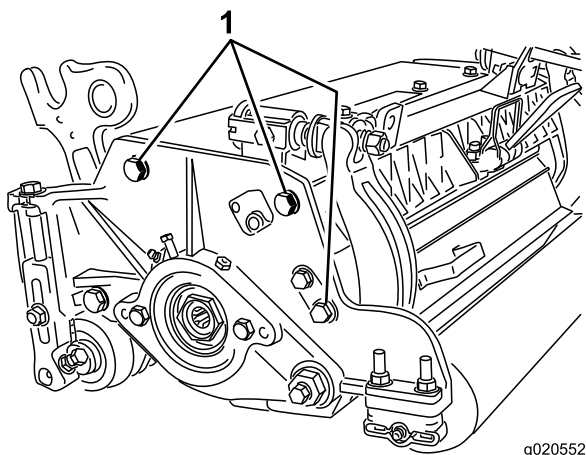

図 20
**注** リールと後ローラとの平行関係は、カッティングユニット全体の組み立て精度により保証されていますから、調整は不要です。極わずかの狂いの調整は以下の方法により可能です。カッティングユニットを定盤の上に載せ、サイドプレート固定キャップスクリュをゆるめる図 20。きちんと調整してキャップスクリュを締め付ける。各キャップスクリュを 27-36 N·m (2.8-3.7 kg·m=240-320 in·lbs) にトルク締めする。